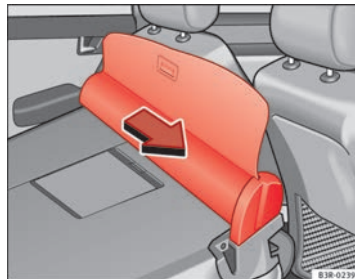

Fig. 121 Desmontar la cubierta del maletero / red de separación
- Tire de la red de separación en la dirección de la flecha ⇒ fig. 121 y sáquela de sus guías.